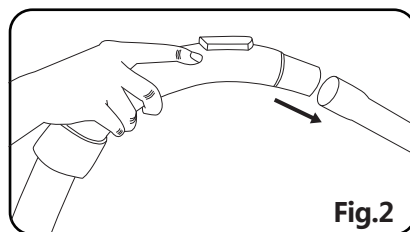

Fig.2
**Fig.2** toont de aansluiting van de slang en de uitstreckende metalen buis: